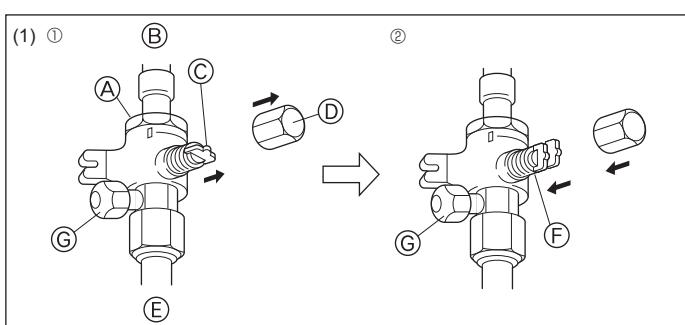
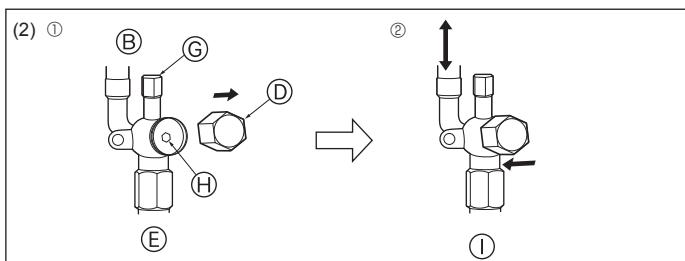

Fig. 4-12
Fig. 4-13
(1) Gasside (Fig. 4-12)
- ① Fjern lokket, trekk håndtaket mot deg og drei 1/4 omdreining mot klokken for å åpne.
- ② Sørg for at stengeventilen er helt åpen, skyv håndtaket og drei lokket tilbake til utgangsstillingen.
(2) Væskeside (Fig. 4-13)
- ① Fjern lokket, og drei ventilstangen mot klokken så langt den går, ved å bruke en 4 mm sekkskantnøkkel. Slutt å dreie når den treffer sperren.